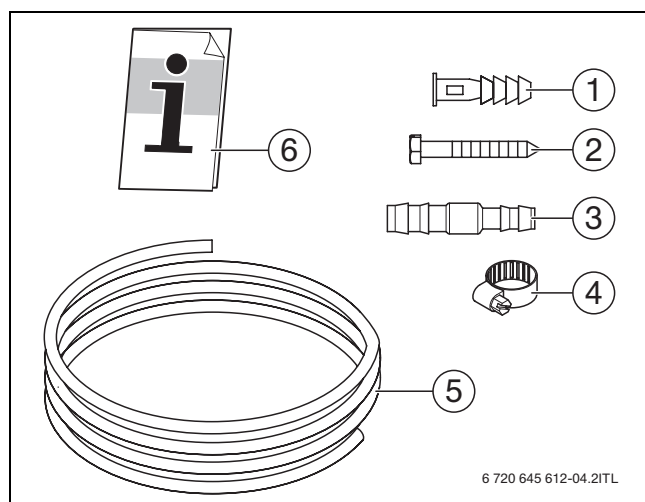

Bild 1 Lieferumfang
- Mitgeliefertes Zubehör (→ Bild 1)